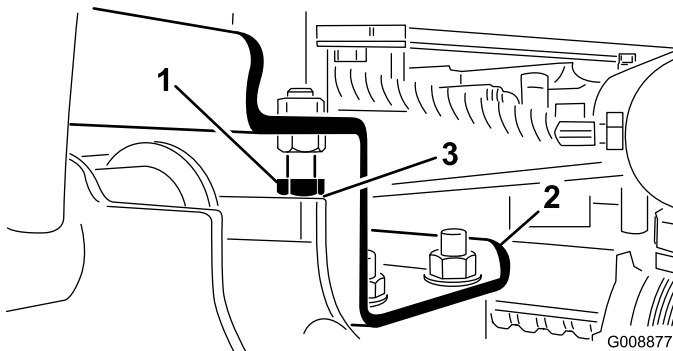

Figura 12
A. Afloje los pernos de tope (Figura 12).
- Compruebe que la holgura entre cada brazo de elevación y el perno de tope es de 0,13–1,02 mm (Figura 12). Si la holgura no está en este intervalo, ajuste los pernos de tope para obtener la holgura necesaria.